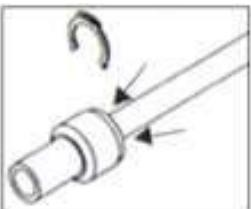

Рис. 2
2. Дожать симметрично фланец быстроразъемного фитинга (рис.2).